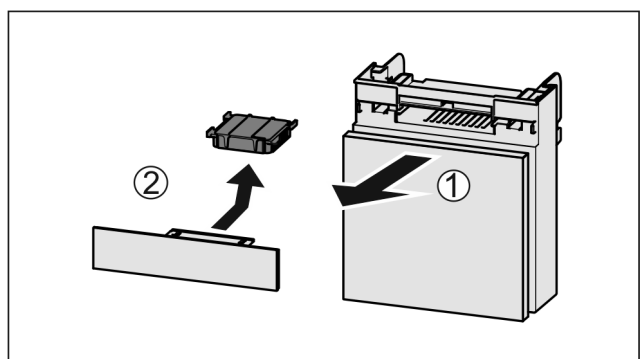

Fig. 155
- ▶ Потягніть Fig. 155 (1) відділення вперед.
- ▶ Витягнути Fig. 155 (2) фільтр з активованого вугілля.